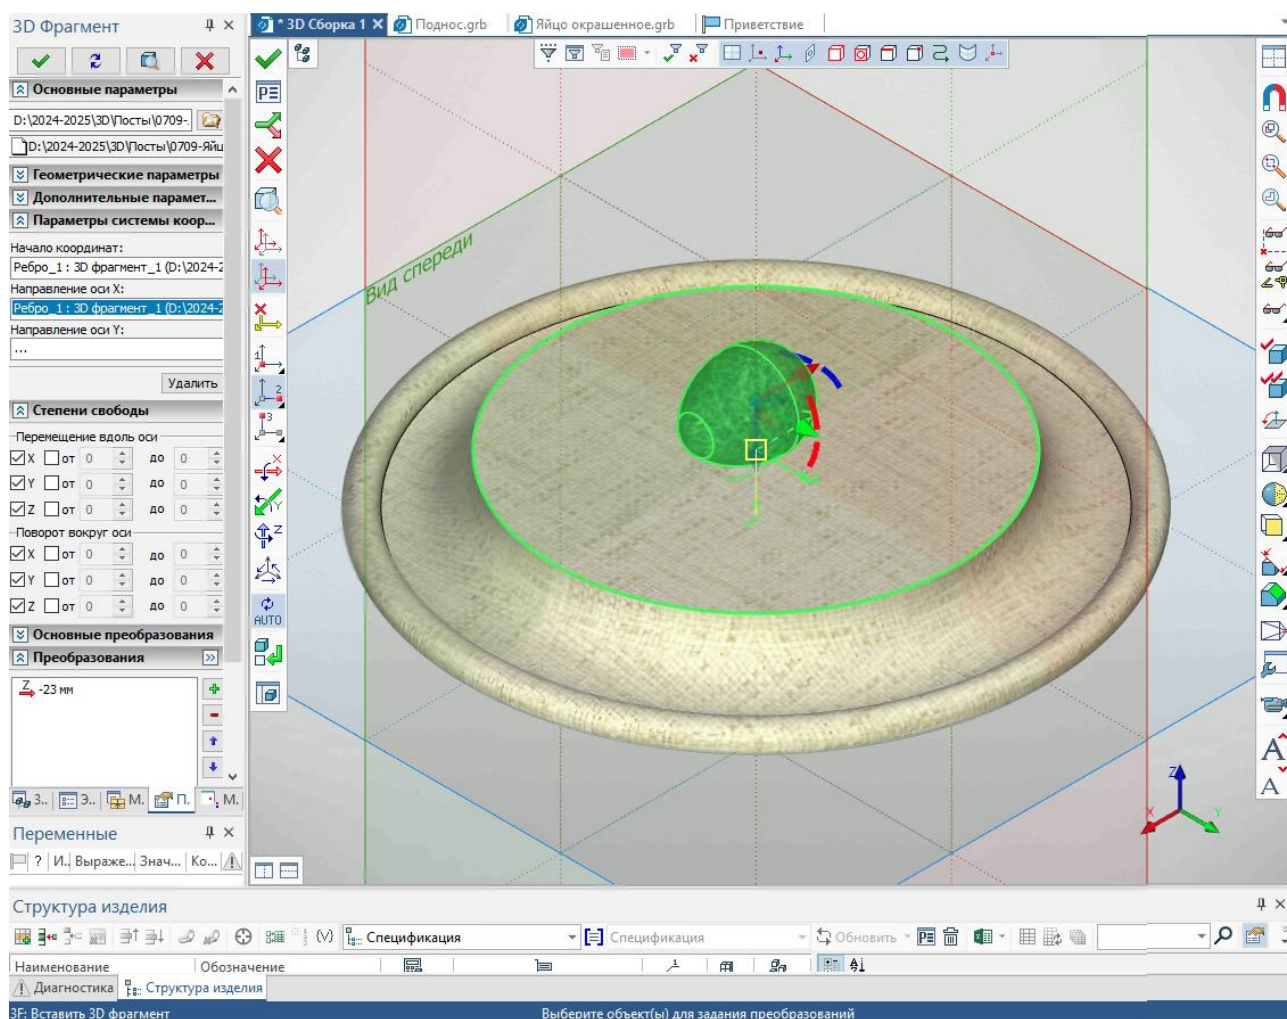

Рисунок 3 – Работа с 3D-сборкой: к плоской грани подноса привязывается фрагмент яйца, у которого разрешены все степени свободы
- создать анимацию на основе виртуального эксперимента в модели для демонстрации движения (рисунок 3);
- создается сборочная модель с подносом и яйцом, учитываются степени свободы для вращения подноса и все возможные перемещения яйца (рисунок 3);